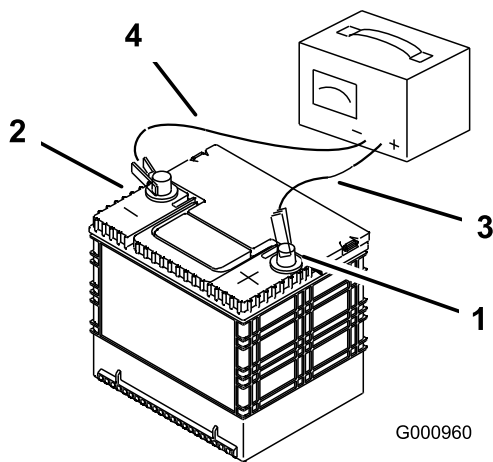

Figura 57
2. Cuando la batería esté completamente cargada, desconecte el cargador de la toma de electricidad, luego desconecte los cables del cargador de los bornes de la batería (Figura 57).